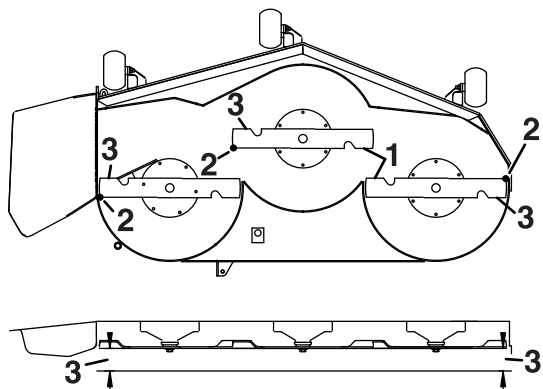

Figure 59
4. Mesurez la distance entre les tranchants extérieurs et le sol plat (Figure 59).